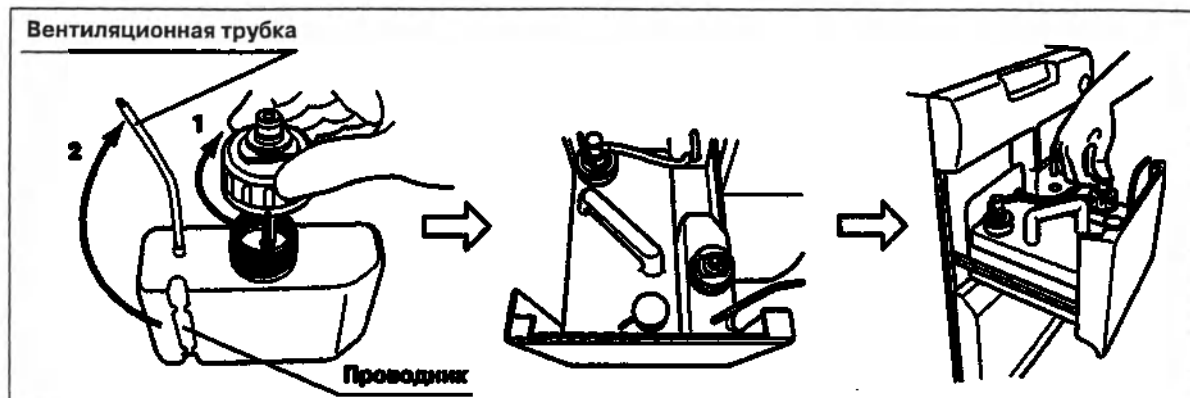

Рис. 4.80
2. Присоедините крышку к впускному отверстию на баке со спиртом, извлеките вентиляционную трубку из проводника, поместите её на лоток с моющим раствором/спиртом и присоедините к крышке трубку, которая изначально была соединена с трубкой (см. рис. 4.80).